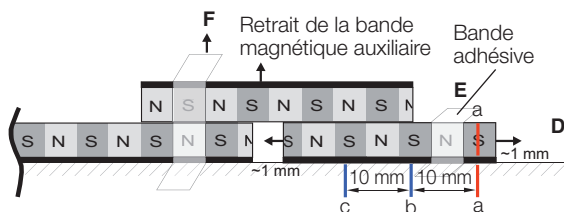

Fig. 4-11: Apposition de trois marquages a, b et c
5. Glisser la deuxième bande magnétique M2 sous la bande magnétique auxiliaire dans l'une et l'autre direction, jusqu'à ce que l'attraction maximale soit perceptible. Fixer la bande magnétique M2 à cette position stable à l'aide de bande adhésive. Retirer la bande magnétique auxiliaire (Fig. 4-11). M1 et M2 sont à présent alignées l'une par rapport à l'autre, avec les pôles synchronisés.
6. Marquer la bande magnétique M2 et la partie machine à une position (a) quelconque (Fig. 4-11). Du marquage au joint, apposer deux autres marquages (b et c) d'une distance de 1 paire de pôles chacun (10 ou 20 mm) uniquement sur la partie machine.